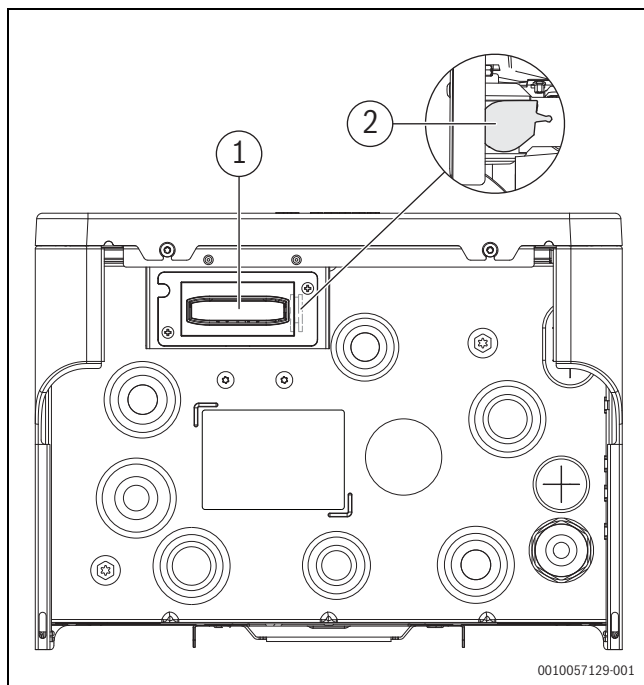

Bild 14 Connect-Key platzieren
1. Hebel ausklappen (→ [2], Abbildung 14).
2. Modul in den Halter einsetzen (→ [1], Abbildung 14).